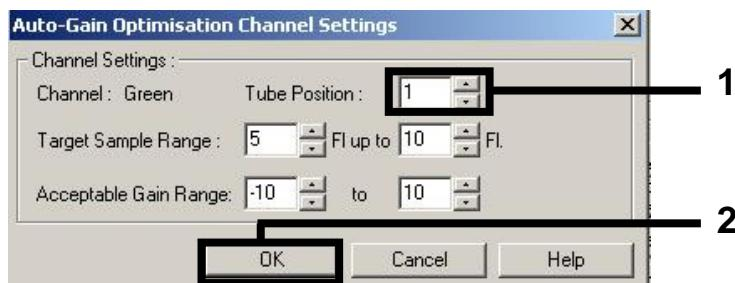

Figura 2. Definição da posição do tubo.
- Defina a posição do tubo para o primeiro ensaio *artus* (por exemplo, VEB). Defina a posição do tubo para todos os canais de fluorescência e clique em "OK" (Figura 2).